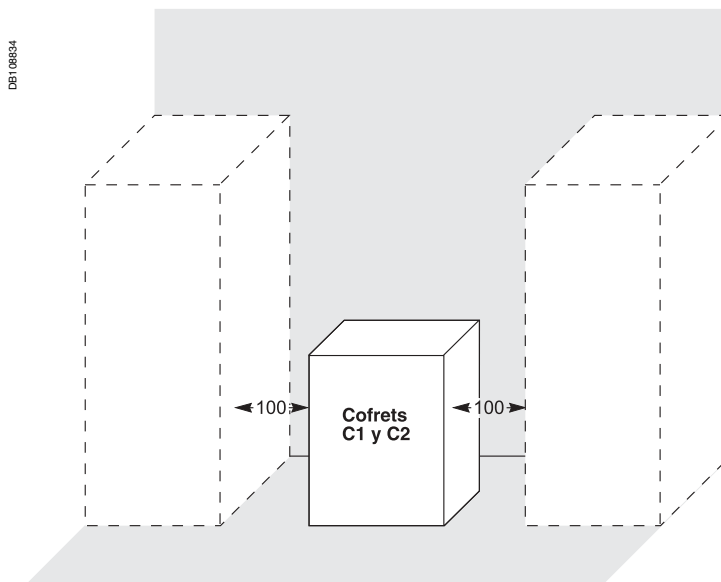
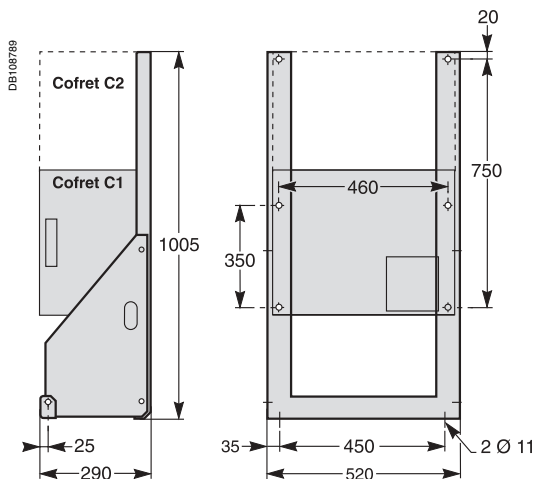

Fig. 2: cofrets C1 y C2.
Fig. 3: base para fijación de los cofrets en el suelo ref. 52671.
- los cofrets en la pared o sobre una base (fig. 3) dejar un espacio de 10 cm entre el cofre y otro equipo (ver página 3, fig. 2)